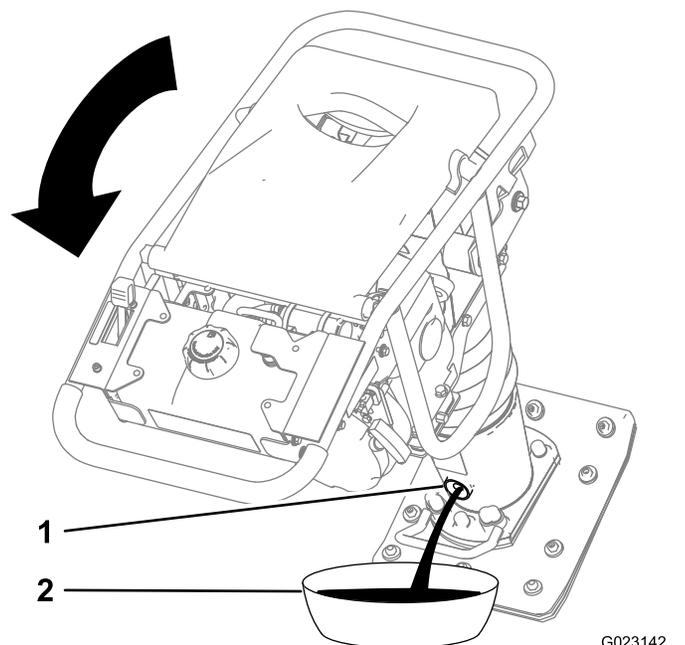

Figura 21
4. Incline la máquina de manera que la mirilla de aceite esté orientada hacia abajo para asegurarse de que el aceite se drene completamente (Figura 21).
5. Coloque un recipiente debajo de la mirilla de aceite (Figura 21).
6. Retire la mirilla (Figura 21).
7. Drene el aceite por el orificio de la carcasa (Figura 21).